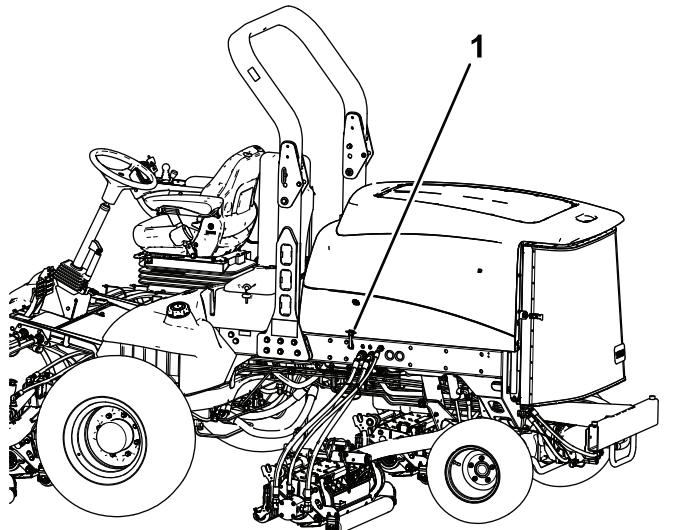

Рисунок 66
1. Откройте защелки капота (Рисунок 66) и откиньте капот.